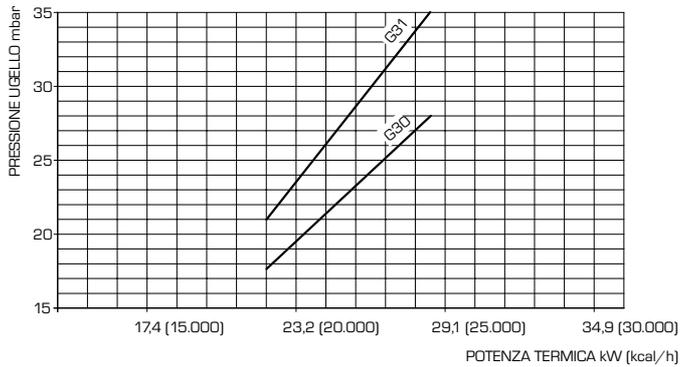

Fig. 19/a
Per facilitare la ricerca di adeguamento potenza riscaldamento, qualora si rendesse necessaria la variazione della pressione gas, sono disponibili i diagrammi pressione/potenza resa per gas naturale (metano) e gas butano o propano (fig. 19).
- Disinserire l'alimentazione della bobina (2).
- Accendere la caldaia azionando l'interruttore e, ruotando la vite (4), ricercare il valore della pressione che corrisponde alla potenza riscaldamento prescelta, indicata nei diagrammi pressione/potenza resa (fig. 19).
- Per ridurre la pressione girare la vite (4) in senso antiorario, per aumentare la pressione girare la vite (4) in senso orario.